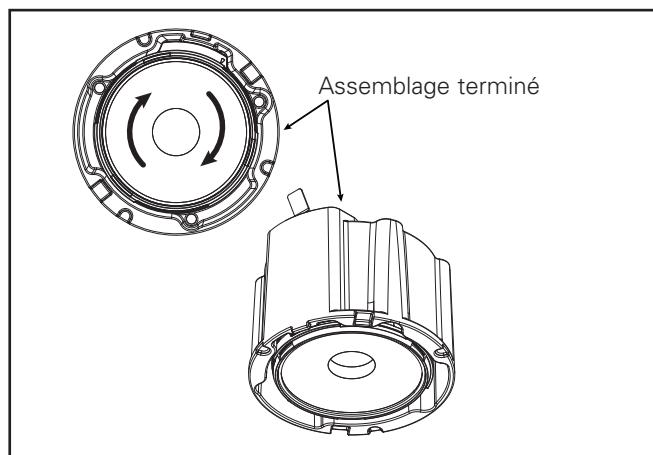

Figure 16.
6. Si les modules DEL sont équipés d'un élément optique à formation de faisceau, (figure 16) retirez délicatement le réflecteur supérieur et la lentille en dégagant les loquets en plastique blanc (Figure 25 et Figure 26), puis jetez-les.
4. Fixez l'ensemble optique au moteur lumineux à DEL en le tournant délicatement dans le sens horaire jusqu'à ce qu'il s'arrête. (Figure 16) Assurez-vous que l'élément optique est bien fixé en place.